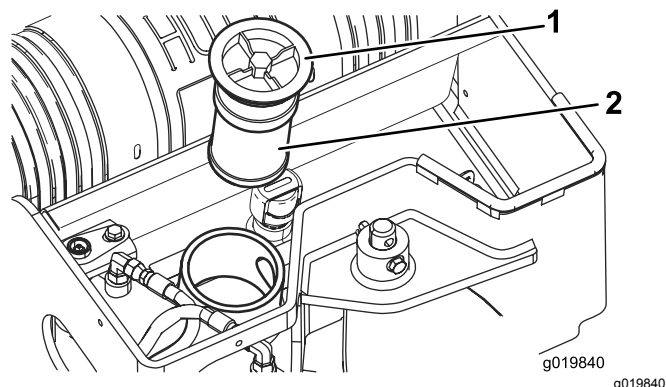

図 61
4. 古いフィルタを外して捨てる 図 61。
5. 新しいフィルタを取り付け、キャップをして上部ボルトを $21-25 \text{ N}\cdot\text{m}$ $2.3-2.8 \text{ kg}\cdot\text{m}$ = $200-240 \text{ in}\cdot\text{lb}$ にトルク締めする 図 61。
5. 油圧オイルタンクのフィルタとキャップ 図 61 を取る。
10. フィルタを取り付け、キャップをして上部ボルトを $21-25 \text{ N}\cdot\text{m}$ $2.3-2.8 \text{ kg}\cdot\text{m}$ = $200-240 \text{ in}\cdot\text{lb}$ にトルク締めする **図 61**。